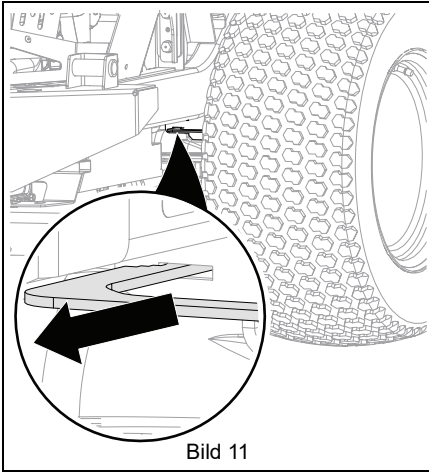

Bild 11
2. Dra båda transmissionsaxelhuntspakarna till shuntläget. Se Bild 11.